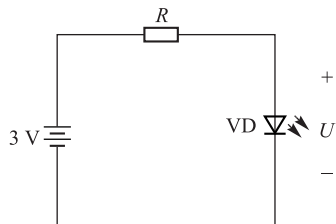

图 1-22 外接电源测试发光二极管
(1) 阳极、阴极的判别。一般引脚引线较长者为阳极,较短者为阴极。若管帽上有凸起标志,则靠近凸起标志的引脚为阴极。
(2) 阳极、阴极及性能的检测。
① 万用表检测。利用具有 $R \times 10k$ 挡的指针式万用表可以大致判断发光二极管的阳极、阴极及性能好坏。正常时,二极管正向电阻为几十千欧至 $200 k\Omega$,反向电阻为 ∞ 。因此,通过测量正反两次电阻就可以判断阳极和阴极。若测得正向电阻为 0 或 ∞ ,反向电阻很小或为 0,则发光二极管损坏。
② 外接电源测量。用 3 V 稳压源或两节串联的干电池及万用表(指针式或数字式皆可)可以较准确地测量发光二极管的光、电特性。按图 1-22 所示电路连接,如果测得发光二极管电压为 $1.4 \sim 3 V$,且发光亮度正常,说明发光二极管发光正常。如果测得发光二极管电压为 0 或 3 V,且不发光,说明发光二极管已坏。